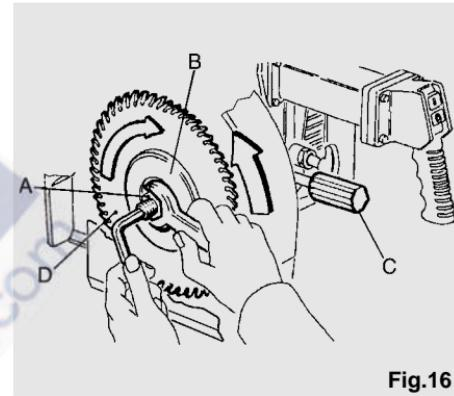

Fig.16
plade helt ned forneden, hvorefter den skal blokeres i positionen. Når dækkepladen er blokeret på denne måde, har man tilstrækkelig plads til passage af flangen til blokering af klingen (B). For at slække møtrikken med venstredrejet gevind (A) på fig. 16 skal man holde motorakslen stillestående ved at ind sætte en umbrakonøgle, som vist på fig. 16, og indstille med en åben nøgle i retningen med uret. Under udførelse af denne handling skal man passe på ikke at få læsioner fra sammen stød med klingen. Derfor anbefales brug af handsker. Træk den eksterne flange (B) ud, således at man får adgang til klingen (D). Fjern klingen (D) fra motoren ved at hælde klingen og
Vær meget omhyggelig med retningen af klingens tænder, og sørge for at den er, som vist på fig. 16.